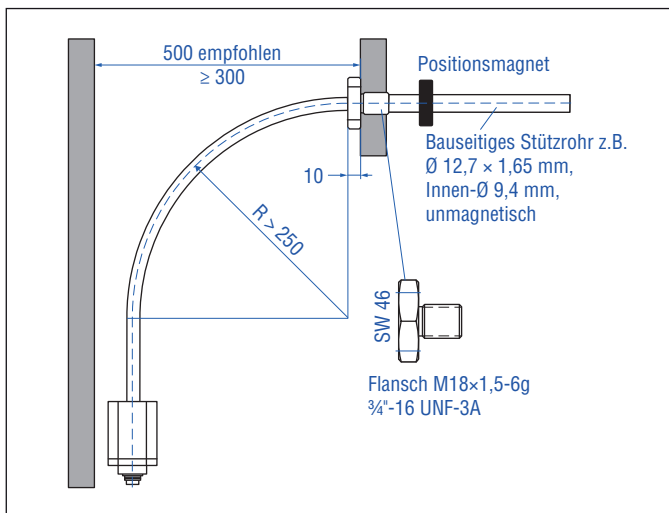

Abb. 20: Abstände für die Montage und Handhabung
3. Halten Sie bei der Montage/Demontage des Sensors einen Mindestabstand von 300 mm zu einer räumlichen Begrenzung ein. Der empfohlene Abstand beträgt 500 mm (Abb. 20).